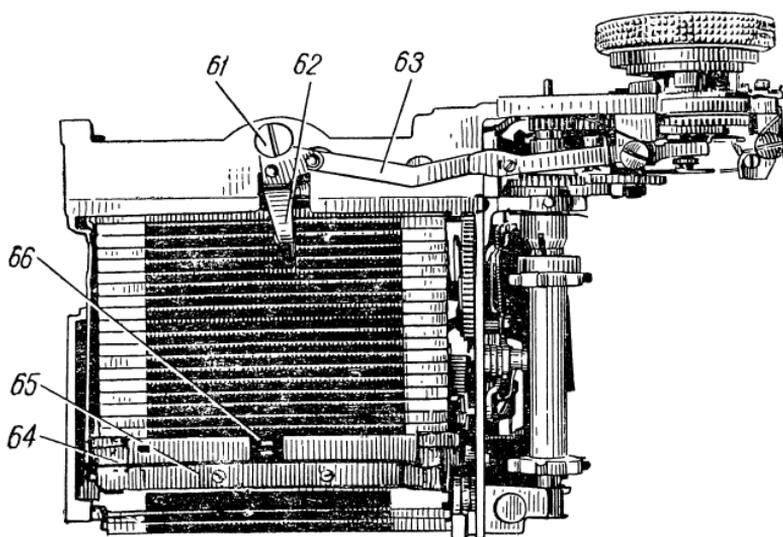

Рис. 254. Рычаг шторки и фрикционная пружина.
*Рычаг шторки.* Рычаг шторки 63 (рис. 254) поворачивается на оси 61. Одним своим плечом он связан с системой спуска затвора.
*Фрикционная пружина.* Верхняя и нижняя шторки связаны между собой посредством фрикционной пружины. Фрикционная пружина 65 (рис. 254) крепится на планке нижней шторки двумя винтами. Под пружиной находится тонкая прокладка, по обоим краям пружины сделаны замки 64.